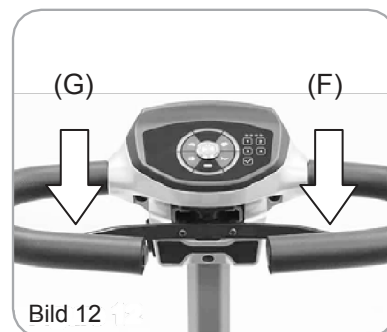

Bild 12
- Dra i det högra reglaget (F) för att röra scootern framåt. Dra i det vänstra reglaget (G) för att röra scootern bakåt. Den lokala återförsäljaren kan byta riktning om detta krävs. (Bild 12)